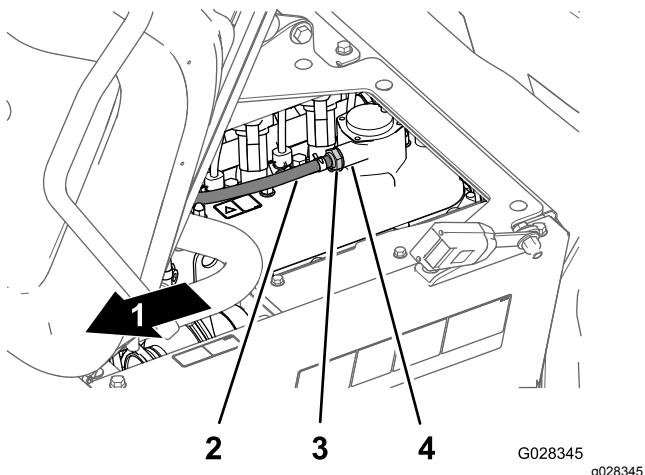

Figure 78
2. Déposez le clapet RGC du raccord sur le couvre-culasse (Figure 78).
Remarque: Si le restricteur interne du clapet RGC cliquette, le clapet est réparable; dans le cas contraire, remplacez le clapet (Figure 78).
4. Insérez le clapet RGC jusqu'à ce qu'il soit complètement engagé dans le joint du raccord du couvre-culasse (Figure 78).